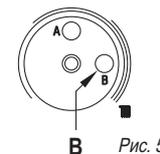

Рис. 5
- 1) Вращайте триммер настройки теплоотдачи котла против часовой стрелки до упора (В, рис. 5); вентилятор работает на минимальной мощности.
– **Сработал предохранительный или дымовой термостат** (рис. 5)